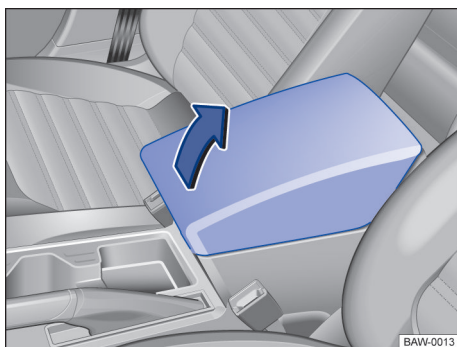

Fig. 102 No descansa-braço central dianteiro: porta-objetos.
*Abrir*: erguer o descansa-braço central → Fig. 102.